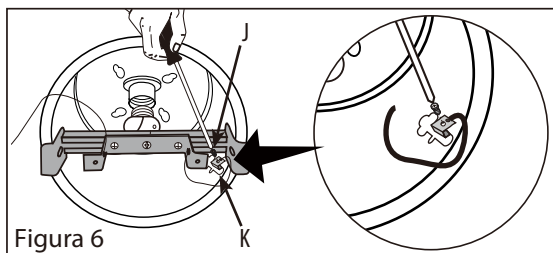

Figura 6
7. Instale el cable verde de tierra con el tornillo (K) sobre el lateral de la caja empotrada usando el tornillo de tierra (J) (Figura 6).